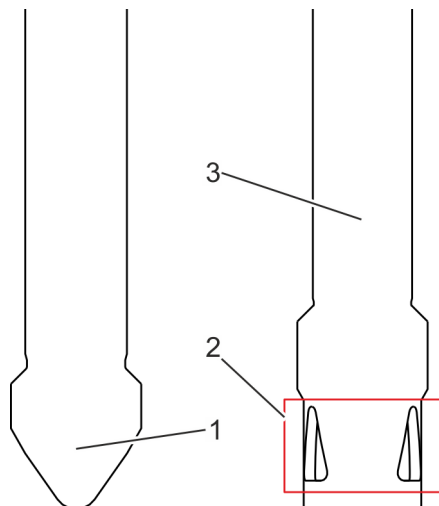

Fig. 8: Cône de réglage et cône de régulation
- cônes de réglage (Fig. 8/1) ou de
- cônes de régulation (Fig. 8/3)
Le cône de réglage (Fig. 8/1) est utilisé lorsqu'une vanne est utilisée pour l'ouverture/la fermeture.
Le cône de régulation (Fig. 8/3) est utilisé lorsqu'une vanne est utilisée pour réguler le débit massique.
Le fluide de la conduite traverse les ouvertures dans la partie inférieure du cône (Fig. 8/2) en fonction de la position de l'organe d'obturation.